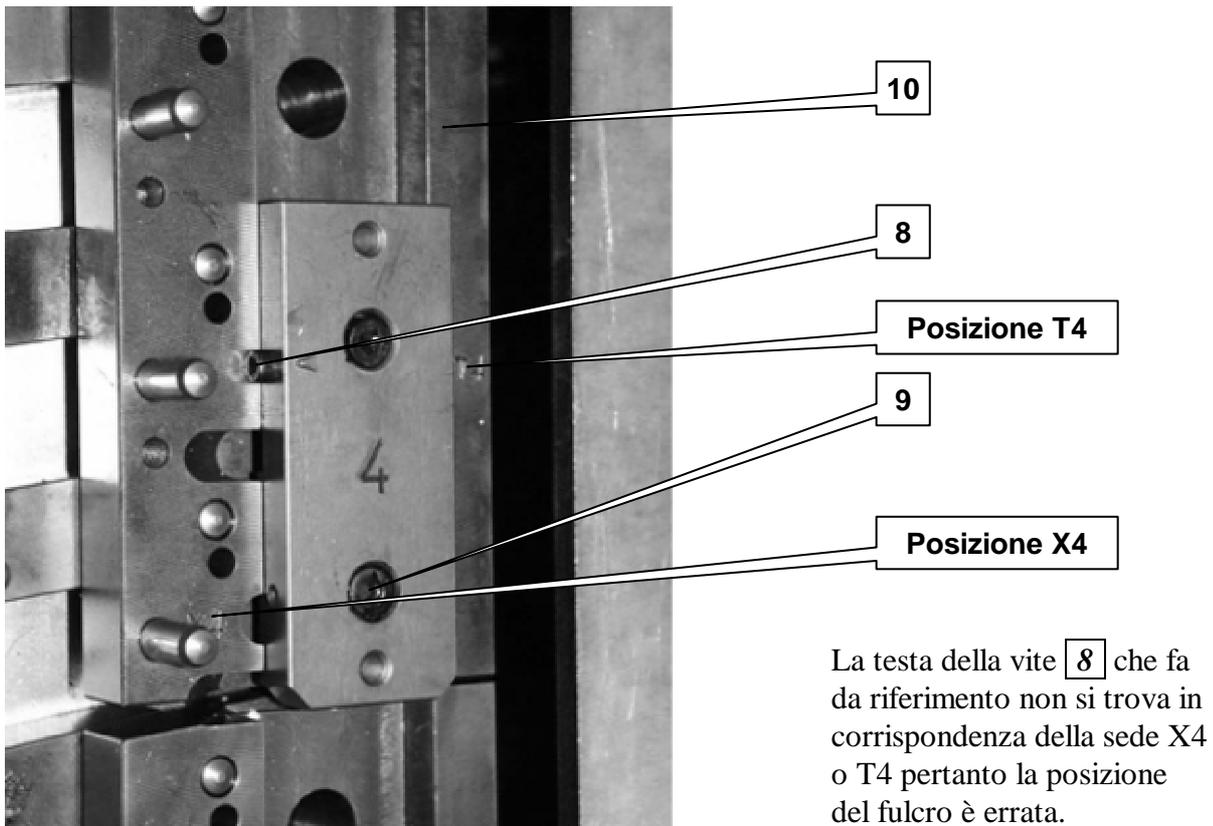

Figura 4.57 – Esempio di posizionamento errato del fulcro
- 5.2 il fulcro N deve essere posizionato in modo che il segno **8** (figura 4.57) (testa vite + V) possa indicare XN o TN (es: 4 deve indicare X4 o T4, 5 indicare X5 o T5, 3 indicare X3 o T3), se il segno non trova il simbolo (esempio della foto) bisogna provare ad inserire il fulcro nel braccio opposto ( nel caso della figura 4.57 bisogna inserirlo nel braccio di sinistra).
- 5.3 Verificare periodicamente la presenza della testa delle viti **8** e **9** (figura 4.57), se dovessero mancare vanno ripristinate **subito**.
- 5.4 Il fulcro in posizione corretta deve risultare completo nelle sue parti e completamente inserito nella sede, non deve sporgere dal braccio **10** (figura 4.57).